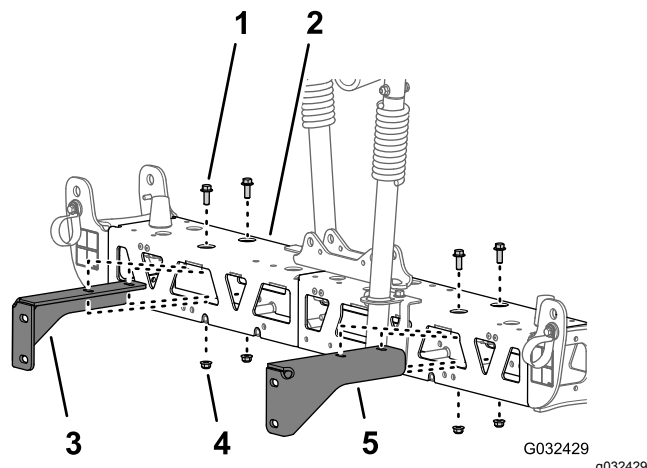

Figura 51
2. Retire os dois parafusos de cabeça flangeada (¾ pol. x 1 pol.) e as duas porcas de bloqueio flangeadas (¾ pol.) que prendem o suporte à seção de pulverização central e retire o suporte (Figura 51).
3. Retire os dois parafusos de cabeça flangeada (¾ pol. x 1 pol.) e as duas porcas de bloqueio flangeadas (¾ pol.) que prendem o outro suporte à seção de pulverização central e retire o suporte (Figura 51).